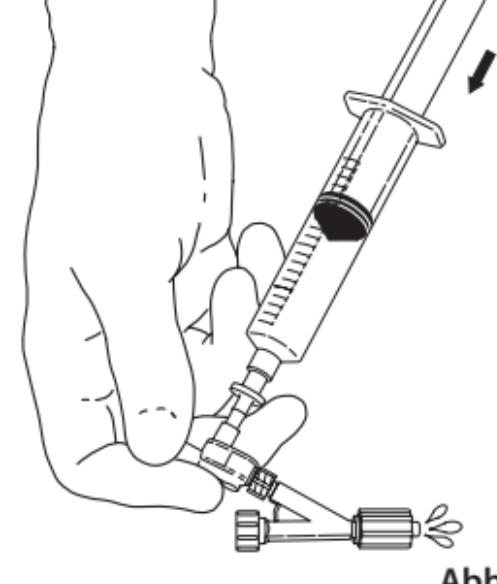

Abb. 3
- Den Daumen auf den Injektionsport legen, um die restliche Luft zu entfernen. Die verbliebenen Luftblasen langsam aus dem Doppelrückschlagventil und dem Tuohy-Borst-Adapter spülen. (**Abb. 3**)